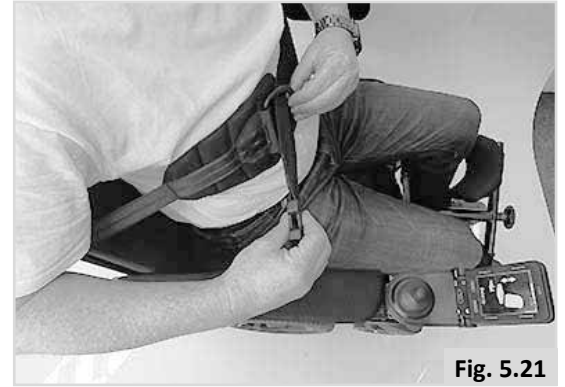

Fig. 5.21
- Tirez sur la sangle de poitrine de sorte à assurer un soutien ferme et confortable du buste (Fig. 5.21).